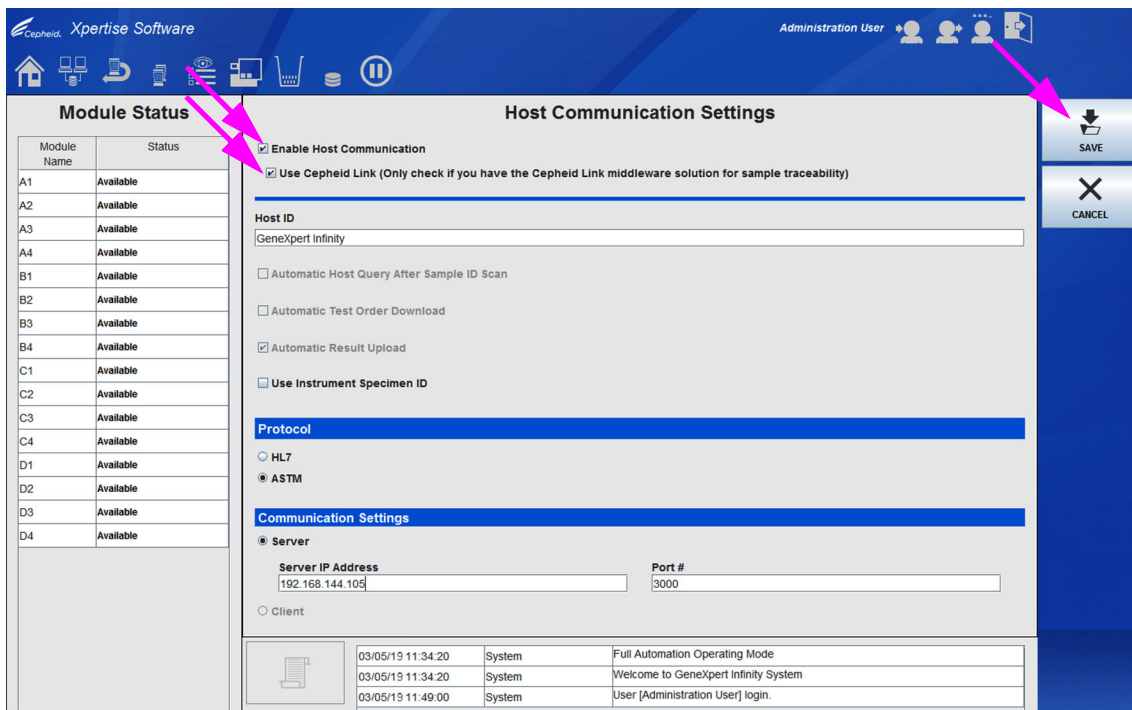

図 2-34. Cepheid Link 用に設定されたホスト通信設定のワークスペース
4. ホスト通信を有効にするために、ワークスペースの上部左隅の**ホスト通信を有効にする (Enable Host Communication)** のチェックボックスを選択します（図 2-34 を参照）。これで、ホスト通信設定 (Host Communication Settings) ワークスペースで他のオプションを選択できるようになります。
5. **Cepheid Link を使用 (Use Cepheid Link)** チェックボックスを選択して、ホスト通信を Cepheid Link 用に設定します。**Cepheid Link を使用 (Use Cepheid Link)** チェックボックスを選択した後は、ほとんどの設定が自動的に行われます。図 2-34 を参照。
9. Cepheid Link サーバーのホスト通信を設定した後、**保存 (SAVE)** ボタンを選択します。図 2-34 を参照。